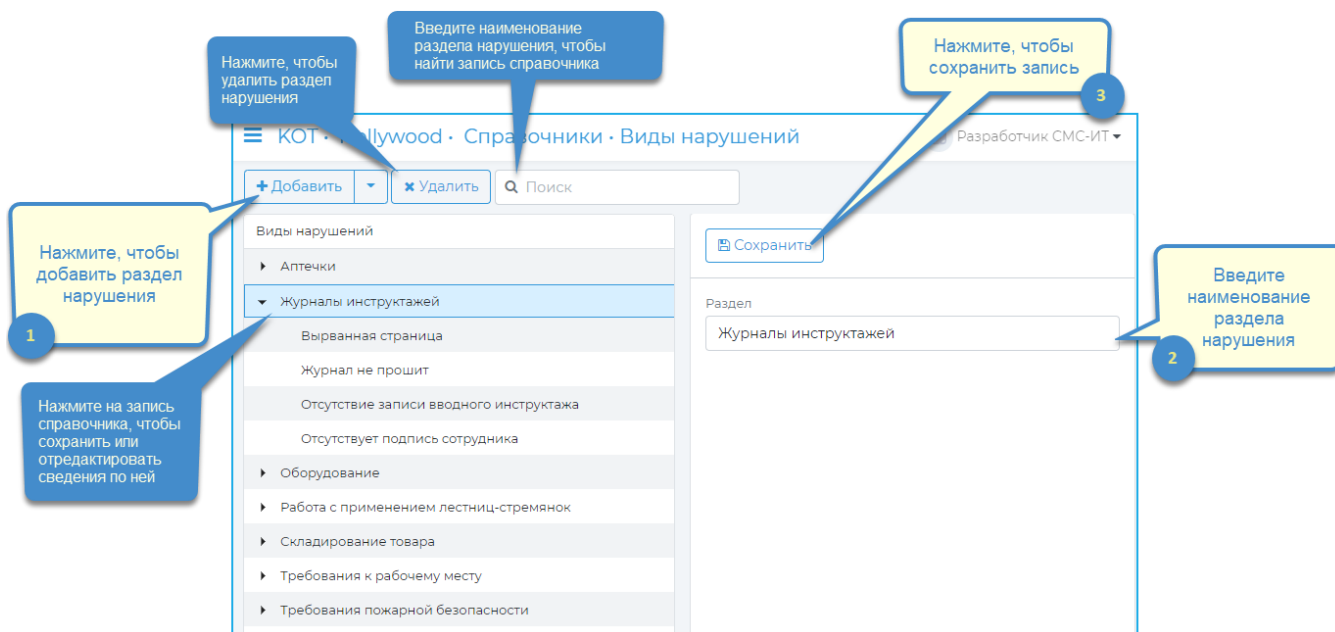

Рисунок 235 – Справочник «Виды нарушений» в режиме «Разделы»
- **«Разделы»**. В этом режиме можно просмотреть, а также добавить, редактировать или удалить какой-либо раздел нарушений (Рисунок 235).